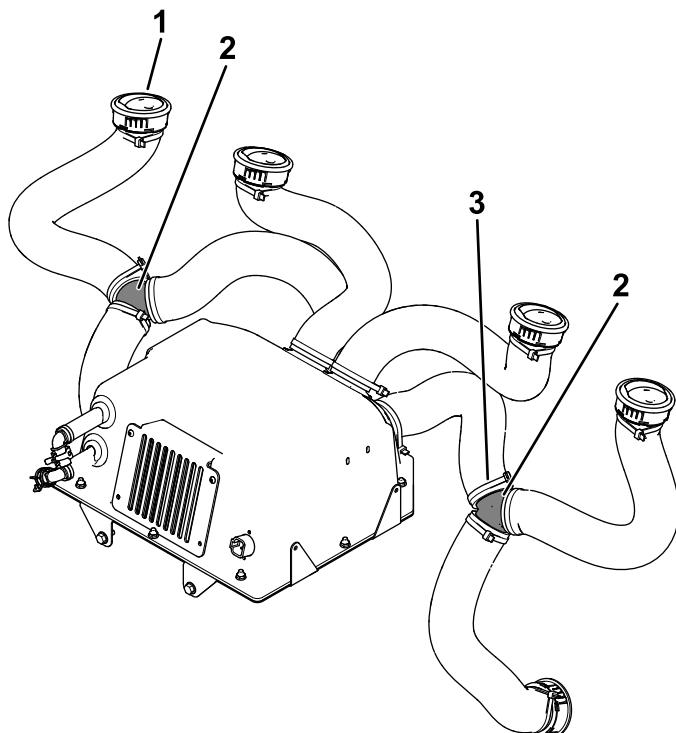
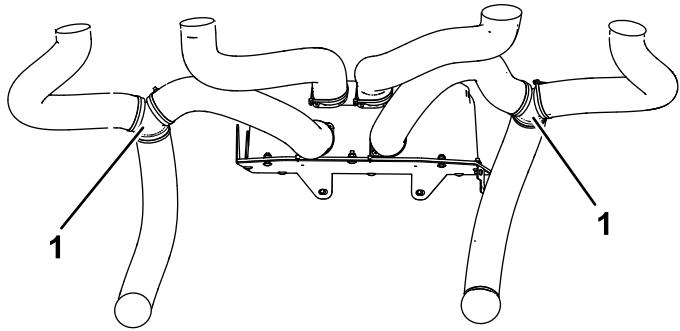

図 13
図 14
2. ホースを配線し、4つのアジャスタブルベントを上部の4つの穴に取り付ける(図 13)。
3. ホースを配線し、2つのアジャスタブルベントを下部の2つの穴に取り付ける(図 13)。
4. 2つのY型アダプターと4つのケーブルタイを使って、2本のアウターベントホースを2本の下部ホースに接続します(図 13 および 図 14)。2本の追加ベントホースを取付られたアウターベントホースに接続し、2本のケーブルタイを使って固定する(図 13 および 図 14)。
5. 4本のケーブルタイを使って4本のベントホースをヒーターBOXに接続する(図 13 および 図 14)。
1. 6本の大きなケーブルタイを使って、6本のベントホースをアジャスタブルベントに接続する(図 13)。